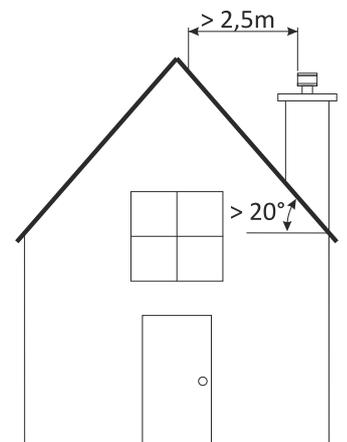

Figura 11
- La parte superior de la chimenea debe sobrepasar como mínimo un metro por encima de la parte más alta (cumbre) del tejado. Esta exigencia es eludible en el caso de tejado con pendiente superior a 20°, si la terminación de la chimenea se encuentra a una distancia horizontal al tejado superior a 2,5 metros, como en la *figura 11*.